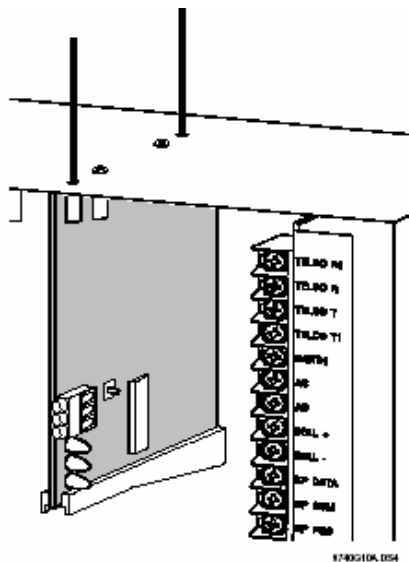

Figure 4. Inserting the Antennas
5. 从机箱上面的孔中把天线插入模块的天线插孔 (见图 4)。